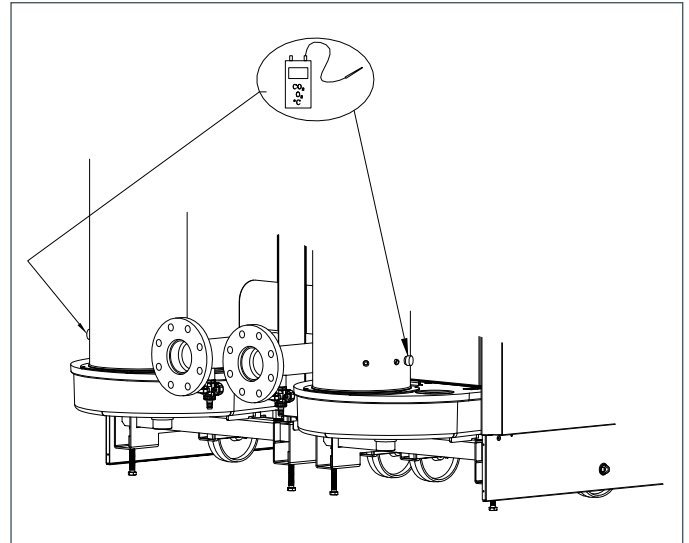

fig. 23 Puntos de medición de gases de combustión
17.a Comprobar y corregir, si es necesario, para que el ajuste de la relación gas / aire del módulo de caldera sea correcto. La comprobación se realiza a plena carga plena y con carga parcial, el ajuste se realiza sólo en el multibloque de válvulas de gas. Para la comprobación y ajuste se requiere: un medidor electrónico de CO₂ (basado en O₂) y un manómetro de presión de gas. Comprobar que la abertura (ver fig. 23) alrededor de la sonda de medición esté debidamente cerrada durante la medición. Nótese además que es necesario medir los niveles de O₂ en el gas de combustión, ya que la medición directa de CO₂ puede producir imprecisiones debido a los niveles variables de CO₂ en el gas natural. Conectar el manómetro de gas entre el punto de medición PG en la parte inferior del multibloque de válvulas de gas y el punto de medición